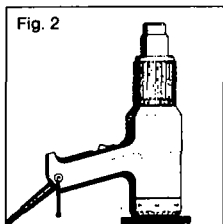

Fig. 2
Cuando se usa el aparato estacionalmente (Fig. 2), se apoya sobre la brida (8) y la rejilla para la aspiración de aire (7) usando la pistola como si fuese un soplete.